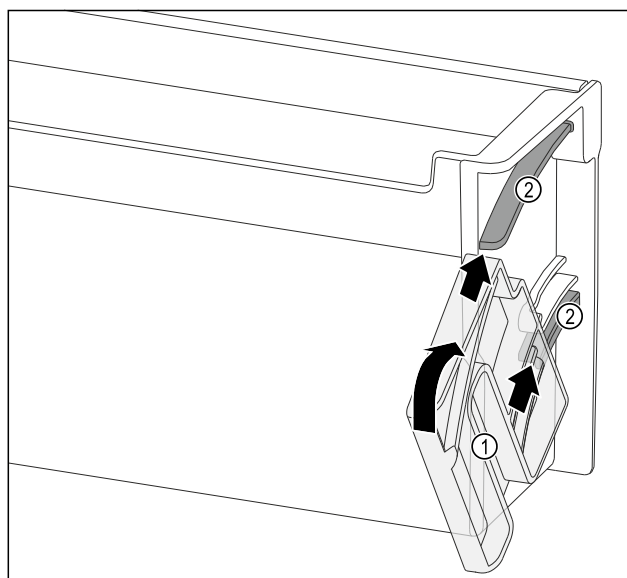

Fig. 120
- Draai-eenheid Fig. 120 (1) zo positioneren dat de uitsparingen exact tegenover de geleidingskanalen Fig. 120 (2) van het deurrek liggen.
- Draai-eenheid Fig. 120 (1) in de aangegeven richting draaien.